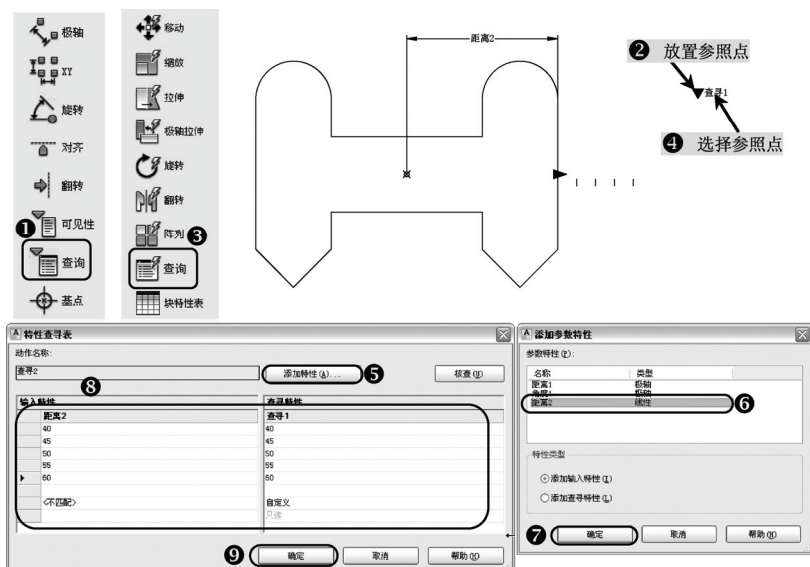

图 9-8 查询动态块操作
4) 在“参数”选项卡中单击“查询”按钮，在图形的外面放置查询参照点；在“动作”选项卡中单击“查询”工具按钮，选择刚才绘制的查询参照点，弹出“特性查询表”对话框，单击“添加特性”按钮，弹出“添加参数特性”对话框，选择本节所绘制的标签（距离 2），单击“确定”按钮，返回“添加特性”对话框，在“输入特性”栏中分别输入“40、45、50、55、60”，在“查询特性”栏中分别对应输入“40、45、50、55、60”，单击“确定”按钮，返回“块编辑器”，如图 9-8 所示。